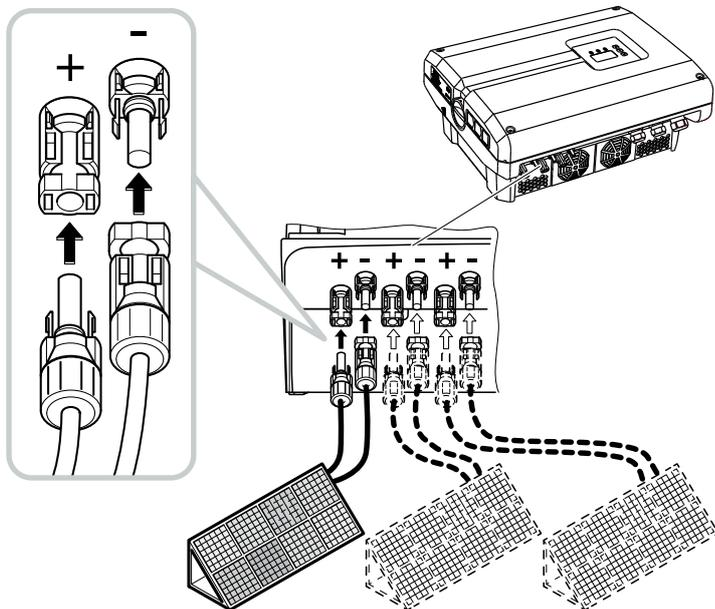

Fig. 37 : raccordement du string PV
6. Brancher les connecteurs mâles et femelles des câbles DC sur l'onduleur. **Fig. 37**